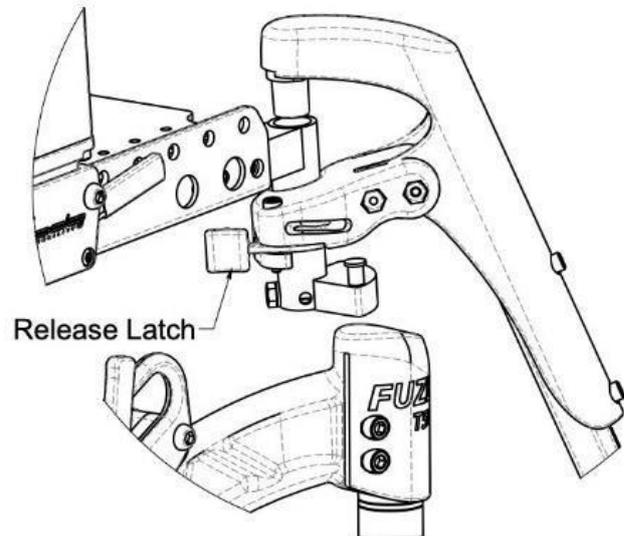

Abb. 1: Wegschwenk-Verriegelungsmechanismus.
1. Positionieren Sie die Fußstütze ca. 45° vom Rollstuhl entfernt (Abb. 1).
2. Die Verriegelungsmechanismus wird durch Drücken des Entriegelungshebels gelöst (Abb. 1).